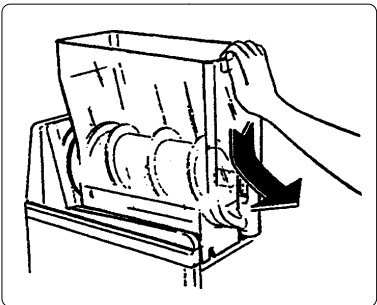

Fig. 11
b) Tirar del depósito hacia el exterior, como se muestra en la figura, para poderlo retirar totalmente (ver fig. 11).